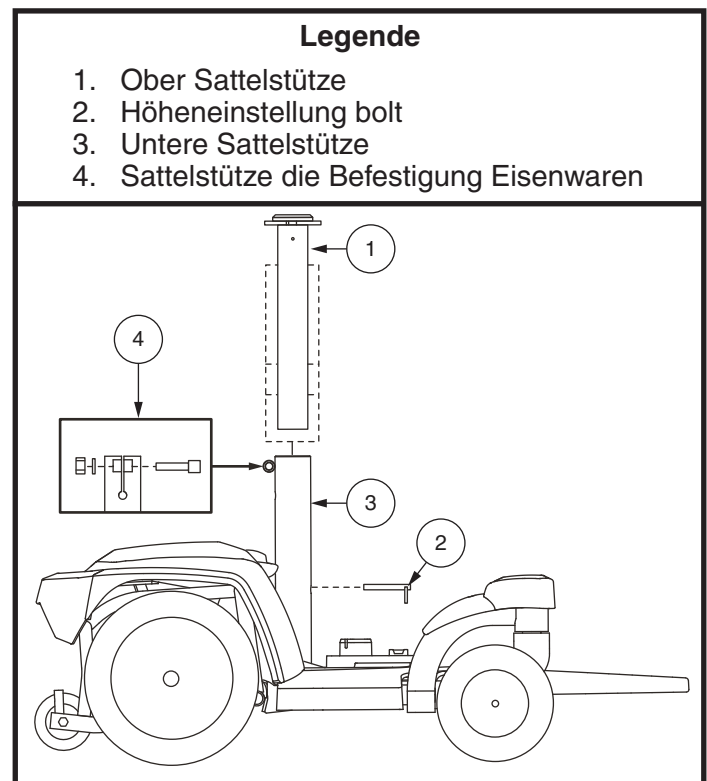

Abb. 8. Sitzhöhenverstellung
8. Lösen Sie die Hardware auf der Rückseite der Sattelstütze. **Siehe Abb. 8.**
Siehe Abb. 8.